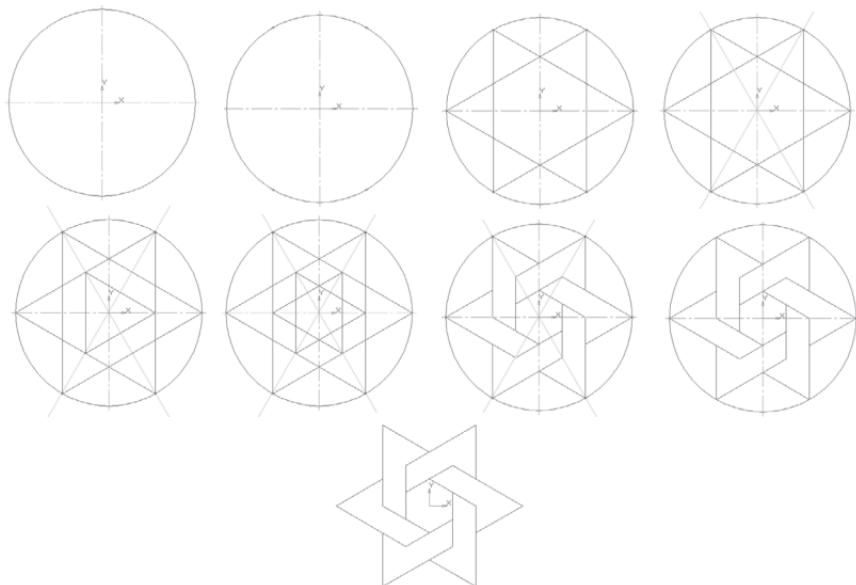
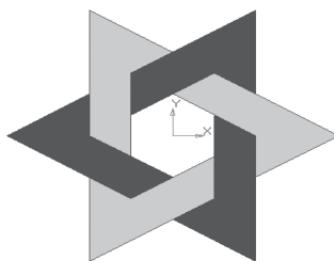

Рис. 83. Построение орнамента
Рис. 90
1. Постройте орнамент по образцу и сохраните его (например, **Мои документы – Орнамент 2**). За основу возмите окружность радиусом 50 мм (рис. 83).
1. Выполните заливку цветом орнамента §12 рис. 83 задание для самостоятельной работы (рис. 90).